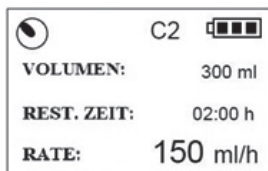

Abb. 44: Programm 2 bei aktivierter Wiederholung
**CYCLE**-Taste. Dass die Wiederholung aktiviert ist, wird durch ein „C“ neben dem in Ausführung befindlichen Programm gezeigt (Abb. 44).